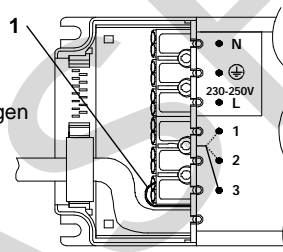

Bild: 2
Die Versorgungseinheit ist für 250V/50Hz Netzspannung vorverdrahtet. Änderung auf andere Netzspannung (siehe Geräteaufdruck) kann intern vorgenommen werden (s. Bild 2).
Zuerst Netzspannungswahl treffen. Leiter (1) auf gewünschten Netzspannungsanschluß umklemmen (siehe Bild 2). Nach dem Anschließen der Leitungen an den Klemmen (3) müssen beide Drücker der Zugentlastung (4) in die Führung (5) eingesetzt und bis zur vollen Wirkung niedergedrückt werden. Danach den Deckel (2) bis zum Einrasten montieren (siehe Bild 1).